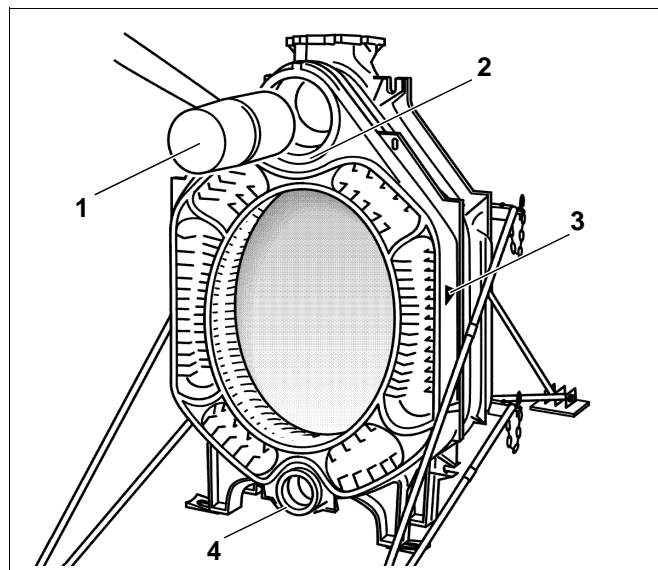

Fig. 15 Apposizione dell'elemento intermedio
- Inserire l'elemento intermedio con il mozzo superiore ed inferiore (fig. 15, **pos. 2 e 4**) sui nippel dell'elemento posteriore, prestare attenzione che la freccia direzionale (fig. 15, **pos. 3**) sia rivolta verso il dietro.
- Battere il primo elemento intermedio, con un martello di legno o di gomma dura (fig. 15, **pos. 1**) nei nippel dell'elemento posteriore.